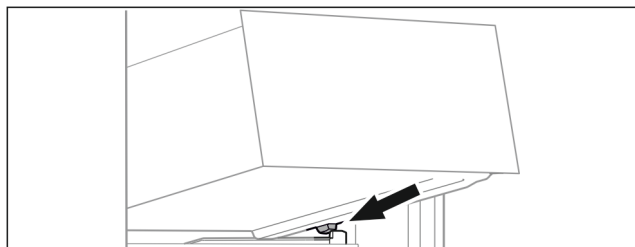

Fig. 28
- Поставете чекмеджето под ъгъл зад ограничителите върху реброто на съда. (виж Fig. 28)